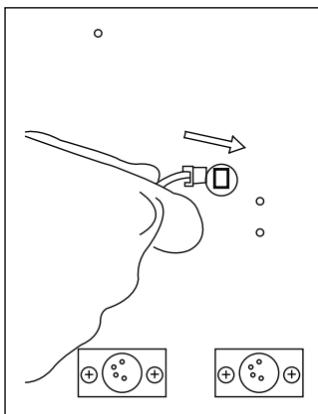

图 2
- 把电池扣板上的电源线接口按照图 2 所示方向插进电源插座中；